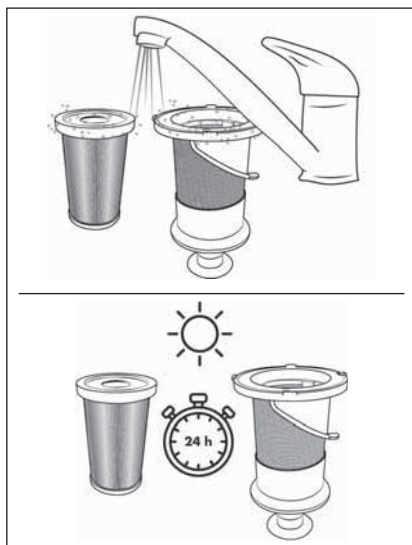

Afb. 24
- 4) Haal het EPA-filter **5** uit het RVS-filter **6** door in de opening van het EPA-filter **5** te grijpen en het uit het RVS-filter **6** te trekken (zie afb. 24).